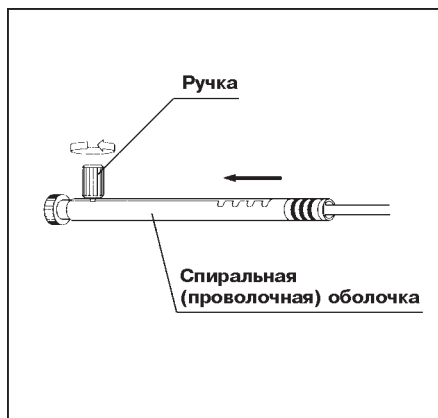

Рис. 5.5.
1. Ослабьте ручку на спиральной (проволочной) оболочке, затем максимально переместите её в проксимальном направлении. Затем затяните ручку для фиксации положения скользящего участка спиральной (проволочной) оболочки (см. рис. 5.5).